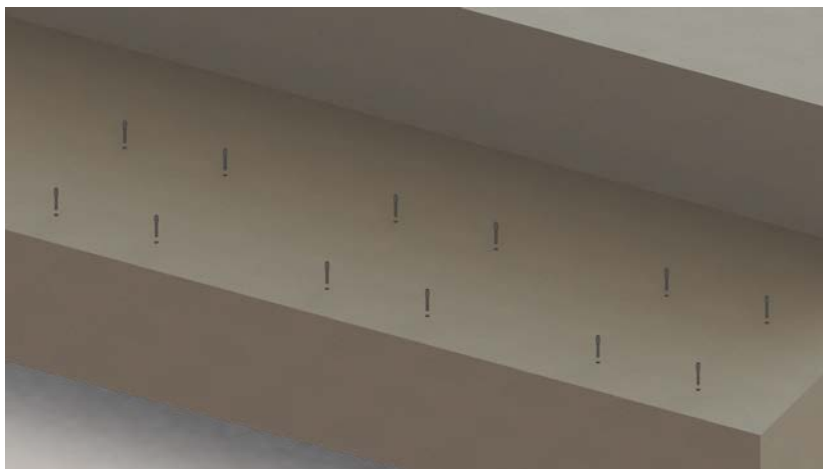

Figura 3 – Furação e buchas
3. Com uma broca de diâmetro $\varnothing 8\text{mm}$ faça as furações. Insira uma bucha $\varnothing 8\text{mm}$ em cada furo, conforme Figura 3.